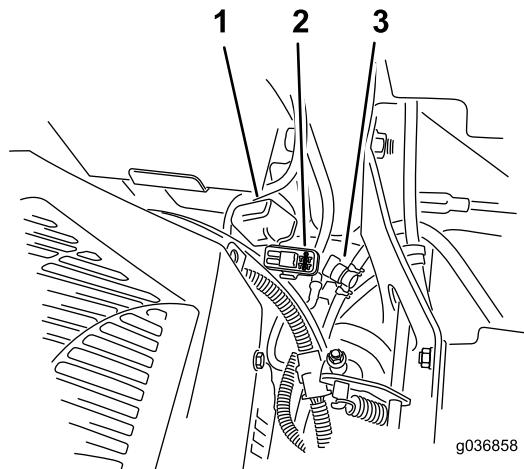

Figura 76
Nota: En máquinas MyRide, asegúrese de que el cable de tierra no roza contra el brazo arrastrado ni contra el soporte inferior del amortiguador (Figura 76).
Los fusibles están situados en la consola de la derecha, junto al asiento (Figura 76).
- Instale un fusible nuevo (Figura 76).